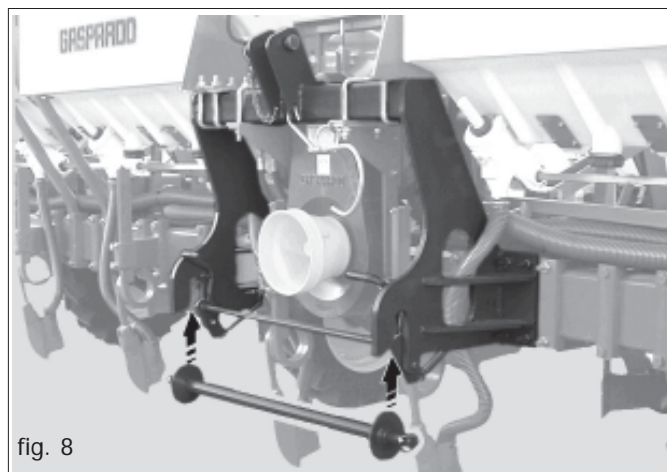

fig. 8
- 2) Se positionner sous la verticale des points d'attelage du semoir (Fig. 8). Soulever l'élévateur jusqu'au déclenchement du dispositif de blocage de la barre.